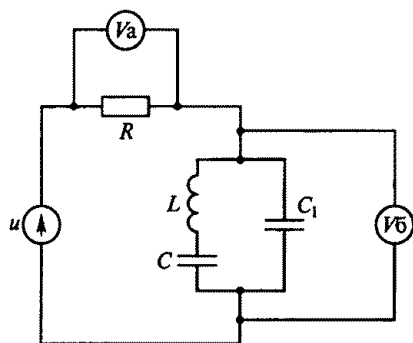

Рис. 109
3.68.Р. В цепи на рис. 109 $u = 150 + 50\sqrt{2} \sin(\omega t + 45^\circ)$, $\omega L = 1/(\omega C)$. Какими будут постоянные составляющие напряжений U_{a0} и U_{60} , действующие значения синусоидальных напряжений U_{a1} и U_{61} , а также показания вольтметров электромагнитной системы U_a и U_6 ? (Указать неправильный ответ.)